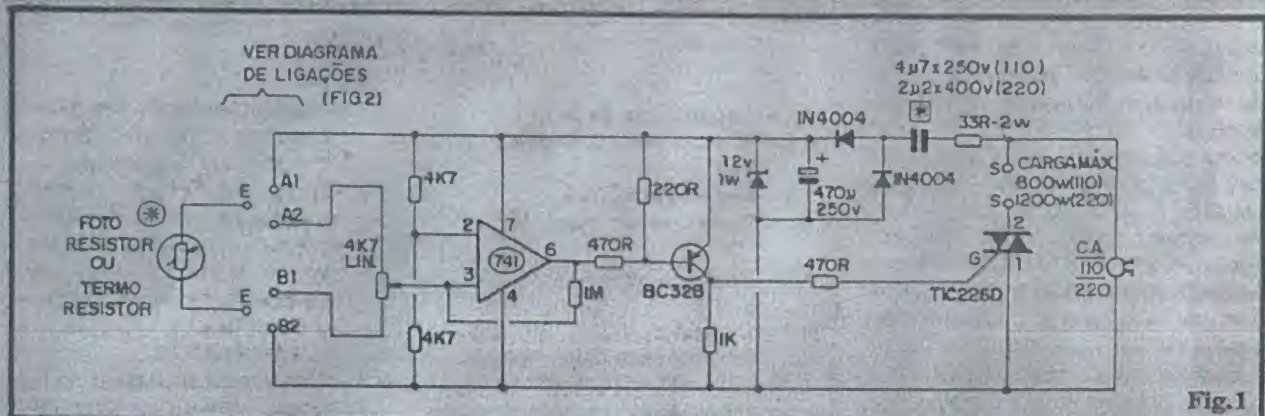

Fig.1
- FIG. 1 - O DIAGRAMA ESQUEMÁTICO DO CIRCUITO - Apenas componentes comuns, de baixo custo, fáceis de encontrar em qualquer loja de peças eletrônicas! Além disso, toda a organização do próprio circuito foi feita de modo a "enxugar" ao máximo as funções, com o que reduziu-se ao mínimo o próprio número de peças (simplificando a montagem e compactando-a em termos físicos...). Observem que (marcado por um asterisco) o símbolo de um resistor, dentro de um círculo, "atravessado" por uma setinha, corresponde à codificação do